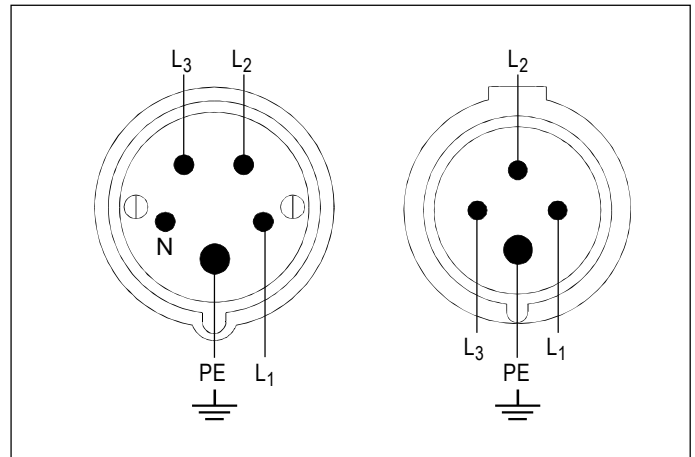

Abb. 6
- Gelb-grüner Leiter = Schutzleiter (PE). Übrige Leiter L₁, L₂, L₃ sind an drei Phasen des Netzsteckers angeschlossen (Abb. 6). Phasenfolge ist nicht zu beachten.